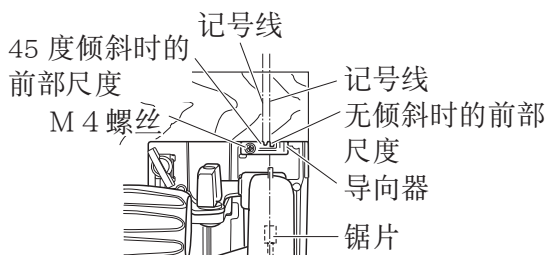
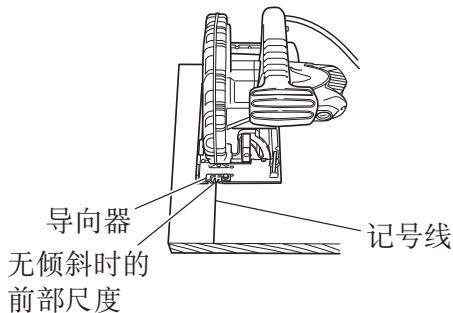
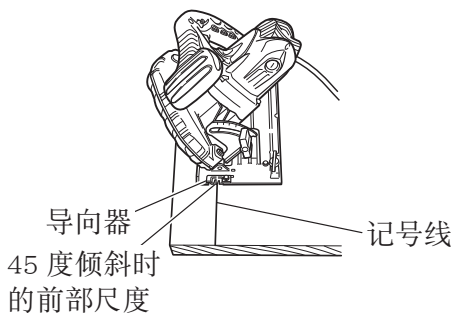

图 8
图 10
图 11
圆锯机从工厂出货后，导向器上的前段线性比例尺会与锯片的中央部位对准（图 8）。万一固定位置是错误的话，请松开导向器上的 M4 螺丝，做必要的调整。
1. 将底座置于工件材料上方，然后在底座前方，将锯片及导向器前段线性刻度尺对准于记号线（第 9 页的图 8）。底座无倾斜角度时，请使用大截面部位以做为导引之用（第 9 页的图 8 和右侧的图 10）
如果有倾斜角度（45 度）时，请以小的前段刻度尺做为导引之用（第 9 页的图 8 和右侧的图 11）